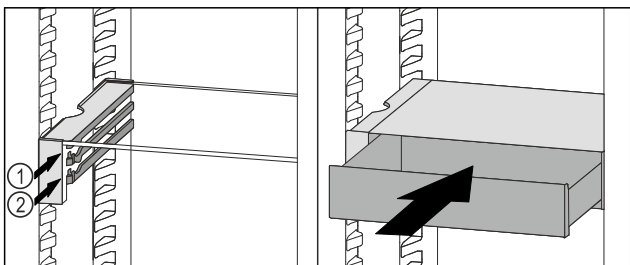

Fig. 91
- ▶ Установите выдвижной ящик VarioSafe за стопоры на требуемый выступ Fig. 91 (1) или Fig. 91 (2).